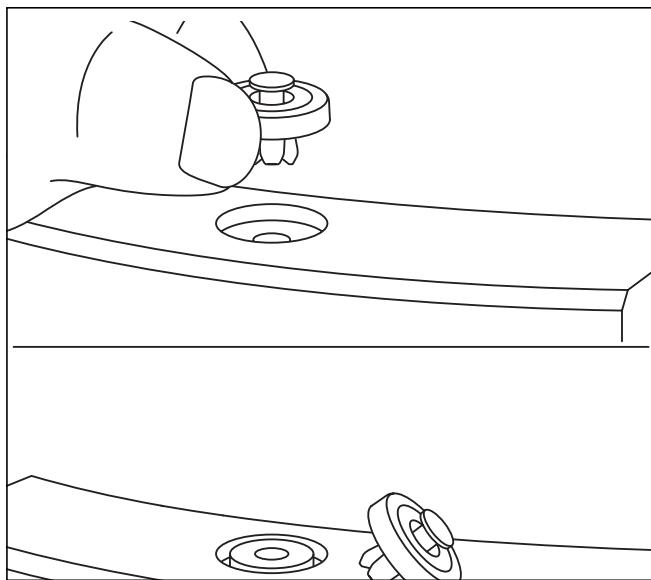

Fig. 8.7 Allentamento della chiusura a molla
- Esercitare pressione sulla molla situata sotto il foro, ad esempio con un cacciavite (vedere fig. 8.7). In questo modo il pannello viene sbloccato e spinto fuori.
- Esercitare pressione sulla molla situata sotto il foro, ad esempio con un cacciavite (vedere fig. 8.7).